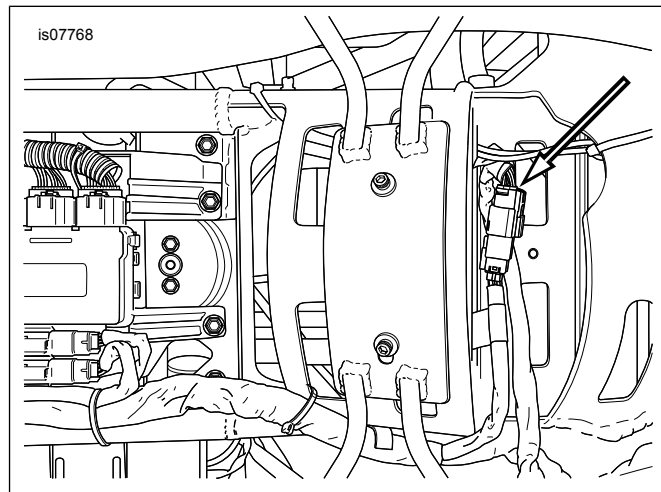

Figure 3. Connecteur d'éclairage arrière
11. Voir Figure 3 . Débrancher le connecteur de l'éclairage arrière [7A/B]. Brancher le faisceau en Y entre le faisceau principal et le faisceau d'éclairage arrière.